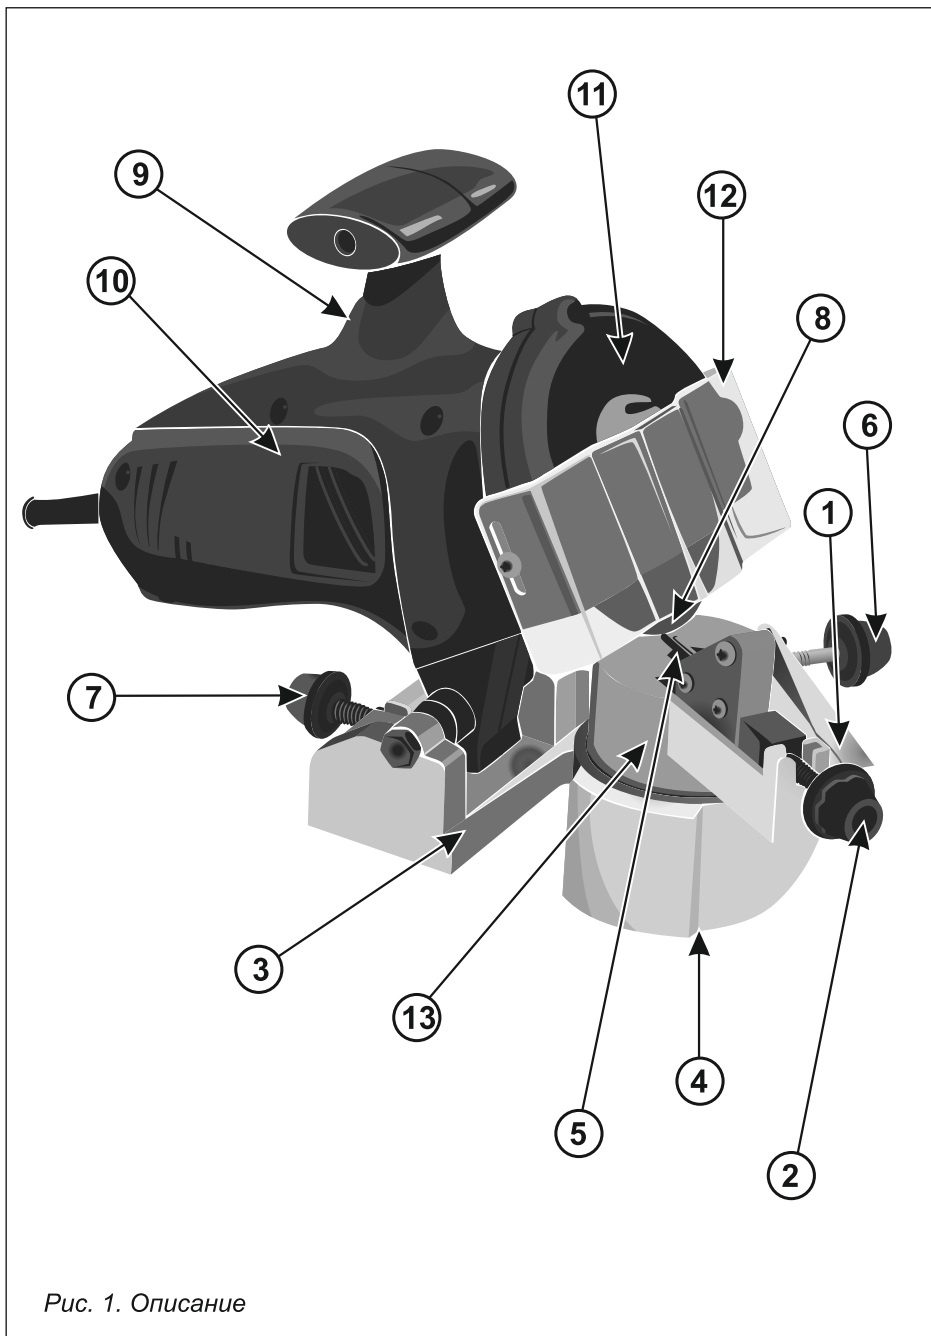

Рис. 1. Описание
2. ОПИСАНИЕ (рис. 1)
- Никогда не работайте со станком без кожуха 11 (рис. 1), защищающего заточной диск.
- Всегда проверяйте заточной диск 8 (рис. 1), включив станок на 30–60 сек без контакта его с цепью.
• Ослабьте гайку 4 (рис. 1) и установите стрелку блока установки цепи 13 (рис. 1) на нужное значение угла шкалы угломера. Цепи имеют различные размеры и разные углы заточки. Проверьте по документации производителя тип цепи и далее следуйте рекомендациям приведенным в **Таблице углов заточки пильных цепей** (см. табл. 1). После того, как угол установлен, затяните гайку 4.
• Поднимите упор 1 (рис. 7) и уложите цепь в направляющие 5 (рис. 1).
• Опустите корпус и переместите цепь так, чтобы заточной диск 8 попал в выемку зуба и уперся в нее (рис. 8). Регулировку наклона корпуса производить винтом 7 (рис. 1).
- Перекиньте упор 1 (рис. 1) и вращением винта 2 переместите его в положение, при котором он упрется в зуб, с которого Вы хотите начать заточку, поднимите корпус.